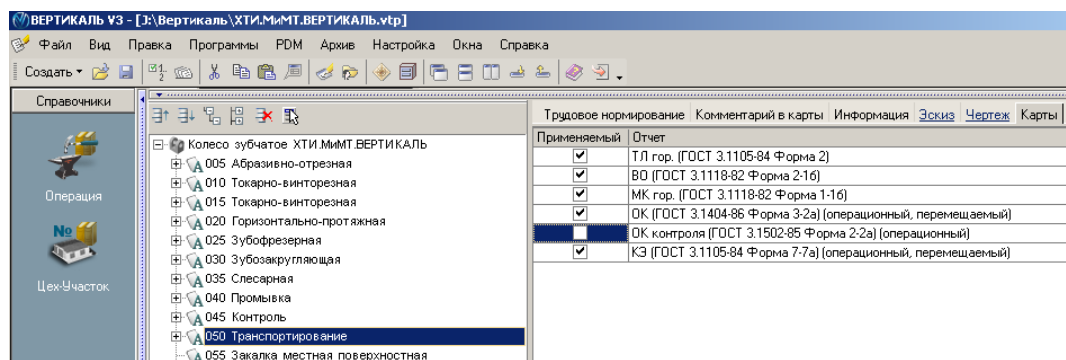

Рис.3
31. Снимите галочку напротив строки **OK (ГОСТ 3.1404-86 Форма 3-2a)**, как показано на рис. 3.